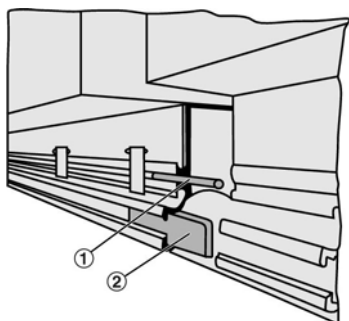

Fig. 3: Sammenkobling av spalteventiler
3. ► De medfølgende skjøtepinne (Fig. 3/ 1) eller justeringsplatene (Fig. 3/ 2) (kun skjøtepinne for VSD15) hjelper til med å justere spalteventilene for et sammenhengende lineært oppsett.